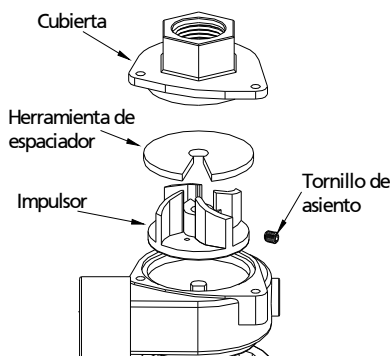

Figura 9
10. Coloque la herramienta de espaciador (se puede crear usando una pieza de cartulina acerca de 0.020" de espesor) sobre el impulsor como se muestra (vea Figura 9)
11. Coloque la cubierta (Ref. No.6) en su lugar en la vivienda (Ref. No.2), y mientras presionando a la cubierta hacia abajo, aprete el tornillo de ajuste (Ref. No.4); después instale el enchufe que es retirado en el proceso 2 durante el desmontaje (vea Figura 9).